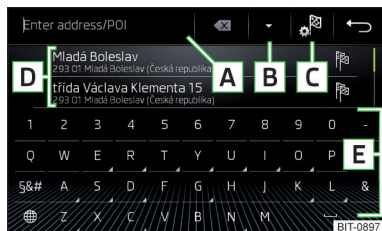
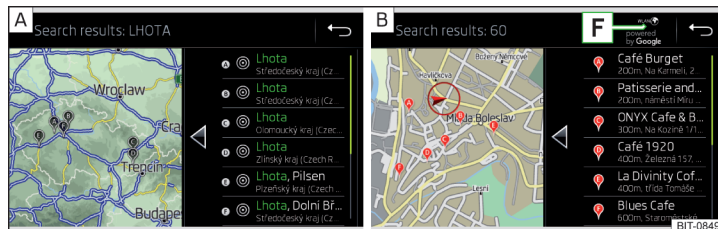

Fig. 222
Fig. 223 Lista destinațiilor căutate: în datele de navigație/online
Suprafețe de comandă funcții » fig. 222 și » fig. 223
În zona **D** » fig. 222, se afișează o listă a destinațiilor căutate.
- ▶ **sa:** Atingeți suprafața de comandă funcții **[B]** » fig. 222.
- 📍 Destinații căutate în datele de navigație » fig. 223 - **[A]**.
- 📍 Destinații căutate online » fig. 223 - **[B]**.